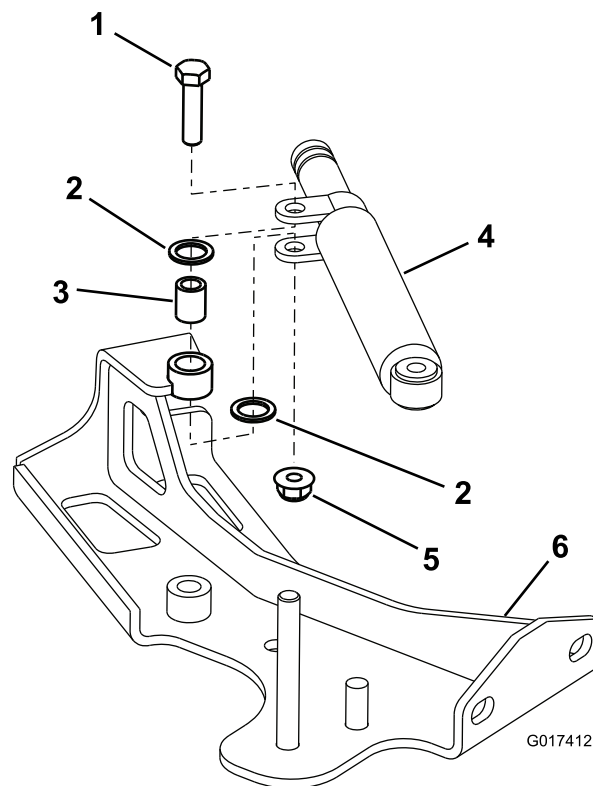
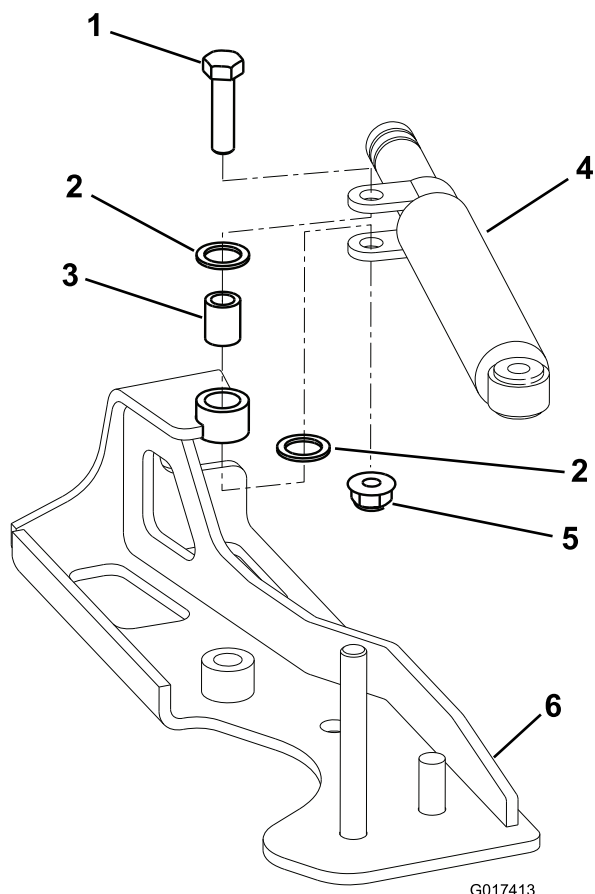

Figura 1
Figura 2
Nota: Applicate del lubrificante Never Seize (componente Toro 505-181) sulla boccola del perno (Figura 1 o Figura 2).
2. Installate lo smorzatore sulla nuova piastra di supporto del cavo come mostrato in Figura 1 o Figura 2.